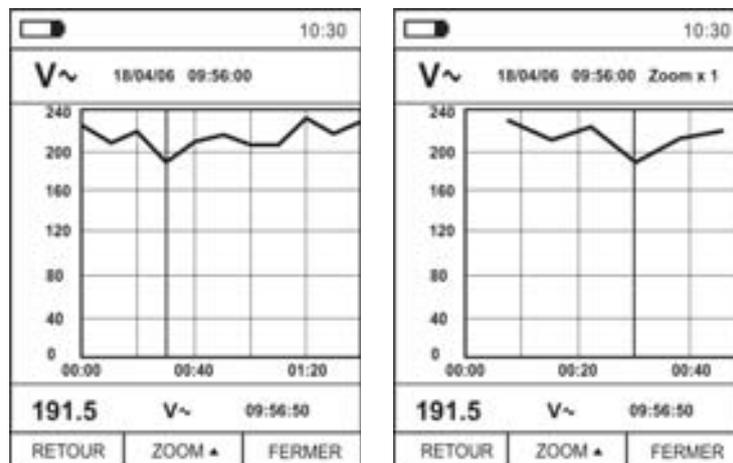

Fig. 39: Fonction data logger – Affichage du graphique d'enregistrement
17. Appuyer sur la touche **MODE (EVOLUT.)** pour afficher à l'écran le graphique de l'enregistrement et l'évolution correspondante dans le temps (Trend). La page-écran Fig. 39 – partie gauche s'affiche à l'écran
19. Appuyer sur la touche ▲ (**ZOOM**) pour activer (si disponible) le Zoom des valeurs sur le graphique (voir Fig. 39 – partie droite) dans le but d'augmenter la résolution. L'indication « Zoom xY » où Y = dimension max de zoom est présente dans la partie haute de l'écran. Il est possible d'effectuer un zoom X1 pour au moins 10 points de mesure, X2 pour au moins 20 points de mesure, X3 pour au moins 40 points de mesure et ainsi de suite pour un maximum de 6 opérations de zoom